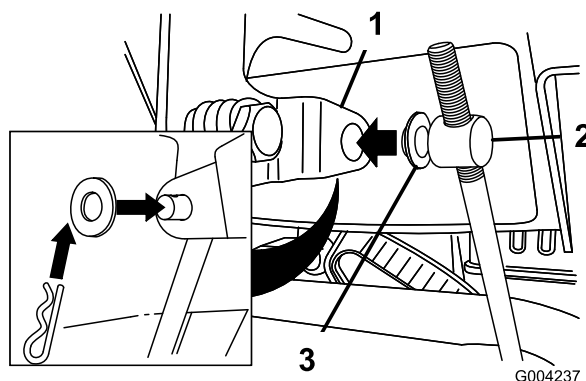

Figura 6
3. Togliete la coppiglia a forcina e la rondella esterna dal barilotto sul lato superiore dell'asta di comando della velocità (Figura 6).
Nota: Per agevolare l'installazione lasciate la rondella piana sul barilotto (Figura 6).
6. Sollevare l'asta di comando della velocità ed inserire il barilotto nel foro della leva di selezione della velocità (Figura 6).